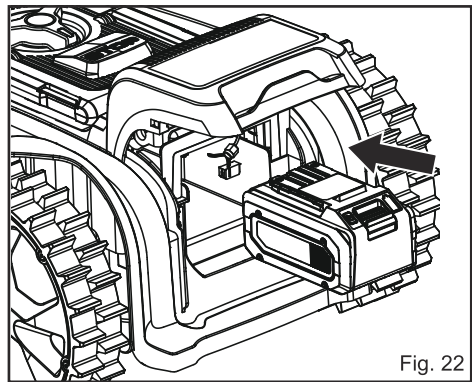

Fig. 22
- Alignez les rails de support situés dans le compartiment de la batterie avec les guides du bloc-batterie, puis insérez le bloc-batterie dans le compartiment (Fig. 22).